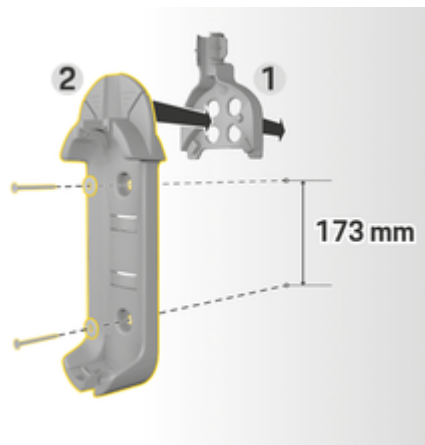

Fig. 50: Cotes de perçage
3. Enfoncez la base du support mural **2** (Fig. 50) dans le guide-câble **1** (Fig. 50) par l'avant.